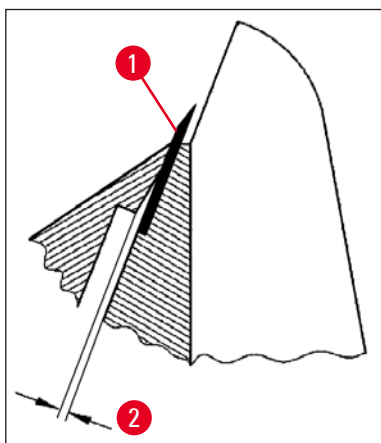

図 37
- ネジ(→ 図 36-4)でプレッシャープレート(→ 図 36-2)を調整し、プレッシャープレートの上縁のみで替刃に圧力がかかるようにします。ギャップが確認できること(→ 図 37)。この調整には小型ドライバー (約 3.0 x 70) が必要です。